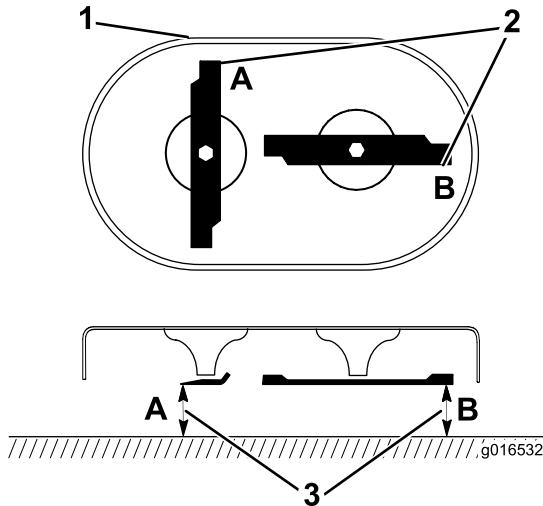

Bild 35
1. Drehen Sie die Messer, bis sie wie in Bild 35 dargestellt positioniert sind.
2. Messen Sie an den Stellen **A** und **B** von der ebenen Fläche zu den Schnittkanten (Bild 35) und notieren Sie beide Werte.